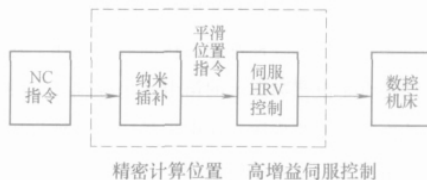

图 1
(1) 纳米插补 纳米插补产生以纳米为单位的指令给数字伺服控制器, 使数字伺服控制器的位置指令平滑, 因而也就提高了加工表面的平滑性。纳米插补的方框图见图 1, 其中 HRV 是“高反应矢量”控制的意义。